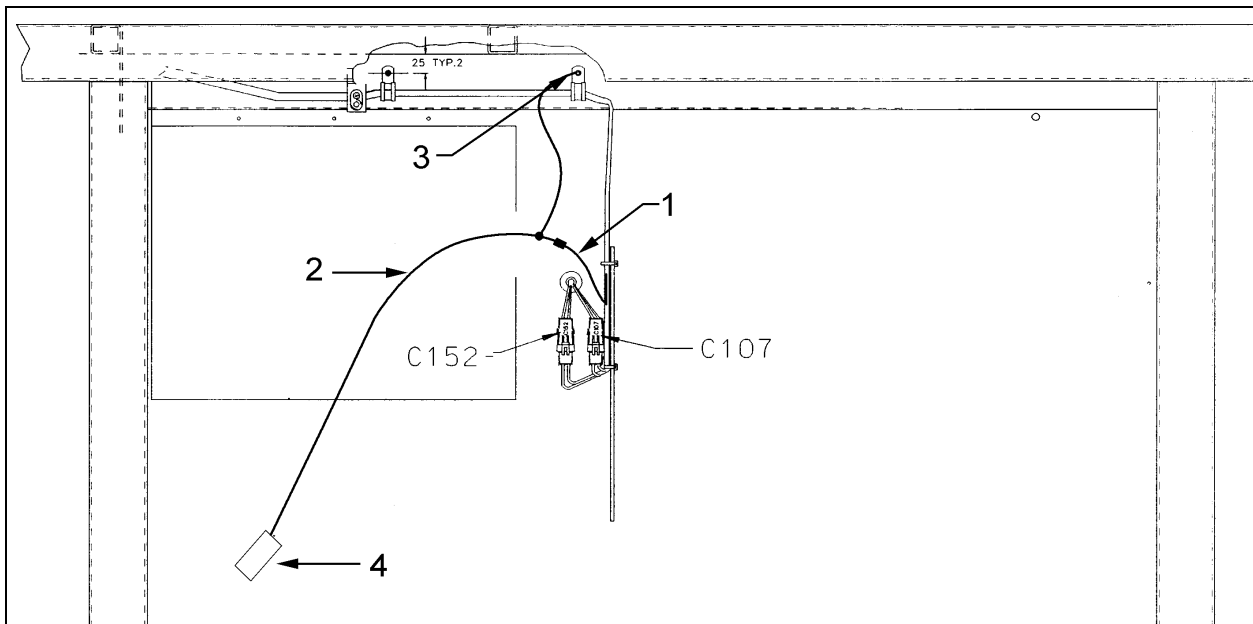

Figure 17: Compartiment condenseur: (1) Fil SP92; (2) Câblage 064932; (3) Mise à la masse OA; (4) Connecteur C95.
9. Sertir le fil 2B du câble 064932 sur le fil SP92 (élément 1, figure 17) puis chauffer la gaine thermorétractible;
10. Brancher le fil de mise à la masse du câble 064932 sur une vis, tel que présenté par l'élément 3 de la figure 17;
11. Brancher le connecteur C95 (élément 4, figure 17) au connecteur de l'électrovanne;
9. Sertir le fil 2B du câble 064932 au fil SP92 (élément 1, figure 17) puis chauffer la gaine thermorétractible;
7. Sertir le fil 2B (élément 1, figure 17) du câble 064932 au fil SP92, puis chauffer la gaine thermorétrécissable;
8. Brancher le fil de mise à la terre du câble 064932 sur une vis, tel que présenté par l'élément 3 de la figure 17;
9. Brancher le connecteur C95 (élément 4, figure 17) au connecteur de l'électrovanne;